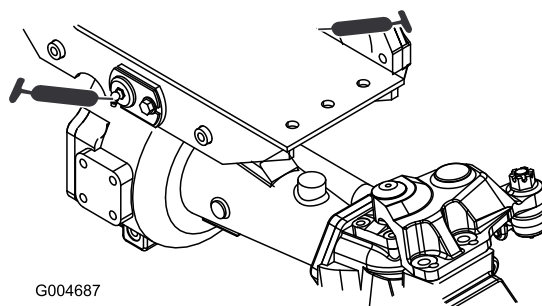

Figura 39
- Boccole orientabili (2) dei ponti anteriore e posteriore (Figura 39)